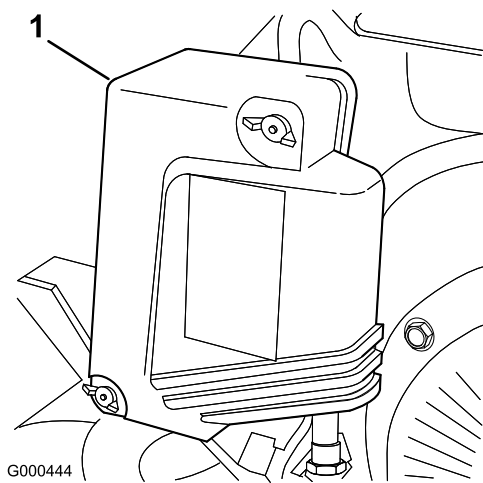

Figura 28
2. Togliete i dadi ad alette che fissano il coperchio del filtro dell'aria al filtro, togliete il coperchio, e pulitelo accuratamente (Figura 28).